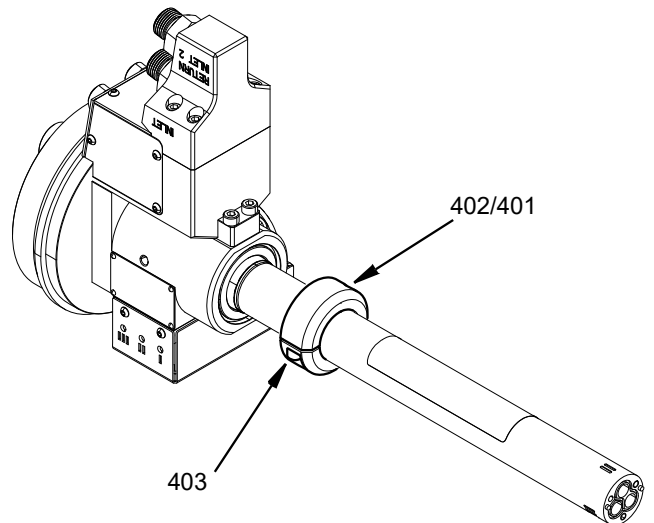

図 16
8. アダプターをセントラルボディから取り外したら、2 本の M5 ネジ (403) を緩めてロックリングアセンブリ (401) とワッシャー (402) を取り外します。以下を参照してください：図 16 を参照ください。